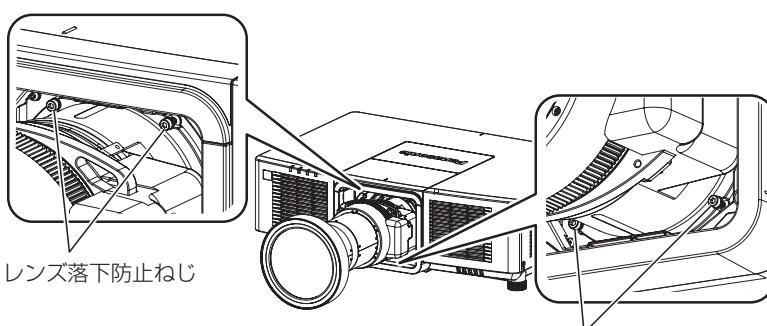

図7
- ズームレンズ (品番 : ET-EMU100) を取り付ける場合は、投写レンズの周囲にあるねじ穴 (4か所) に、ズームレンズ (品番 : ET-EMU100) に付属の六角ボールポイントドライバーで固定してください。(図 7)